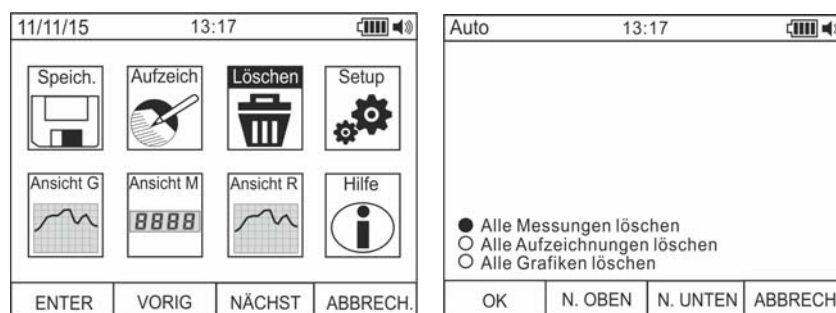

Abb. 12: Löschung des internen Speichers
14. Benutzen Sie die **F2** oder **F3** Tasten zur Auswahl des Symbols “Löschen” und drücken Sie die **F1** Taste (siehe Abb. 12 – linker Teil).